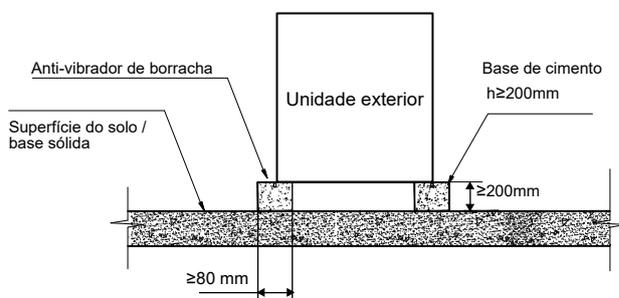

Fig. 6-5 Vista frontal da estrutura base
- 4) A Fig. 6-5 mostra um desenho típico de base de betão. Uma especificação típica de cimento é 1 parte de cimento, 2 partes de areia e 4 partes de pedra britada com vergalhão de aço. Certifique-se de que as bordas da base são biseladas.